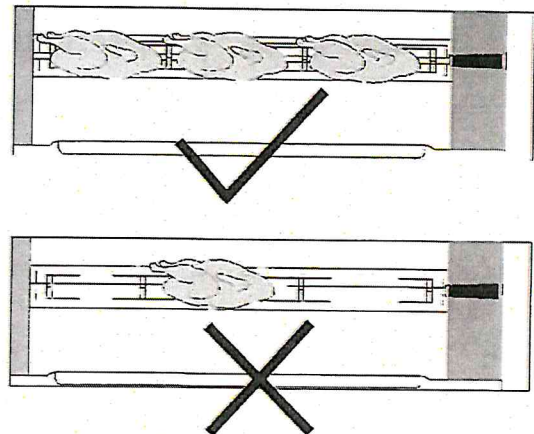

FIG.13 (Numero Polli) / (Hühneranzahl)
**NON CHIUDERE MAI LE PORTE IN VETRO CON I BRUCIATORI ACCESI QUANDO GLI ASSI SONO VUOTI O NON HANNO ABBASTANZA CARNE. (FIG.13)
**BEI LEEREN SPIESSEN ODER BEI SPIESSEN MIT WENIG FLEISCH DIE GLASTÜREN NIE ZUMACHEN, WENN DIE BRENNER ANGESCHALTET SIND. (FIG. 13)